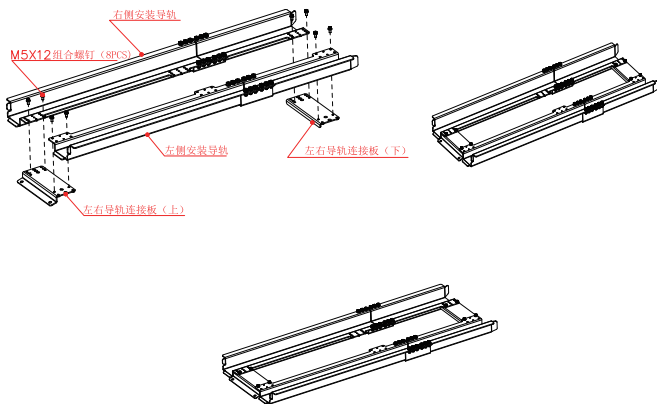

图5-19 安装导轨组装示意图
a. 组装安装导轨，如第59页“图5-19”安装导轨组装示意图所示。